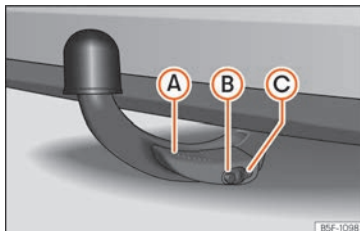

Abb. 303 Anhängerkupplung ordnungsgemäß befestigt
- Der Hebel (A) befindet sich oben »» **Abb. 303**.
- Der rote und grüne Teil des Entriegelungsbolzen (B) sind vollständig sichtbar »» **Abb. 303**.
- Die Abdeckung (C) sitzt auf dem Schloss »» **Abb. 303**.
- Beim Lösen der Anhängerkupplung nicht mit den Händen in den Hebel fassen, um ein Einklemmen der Finger zu vermeiden (A) »» **Abb. 303**.